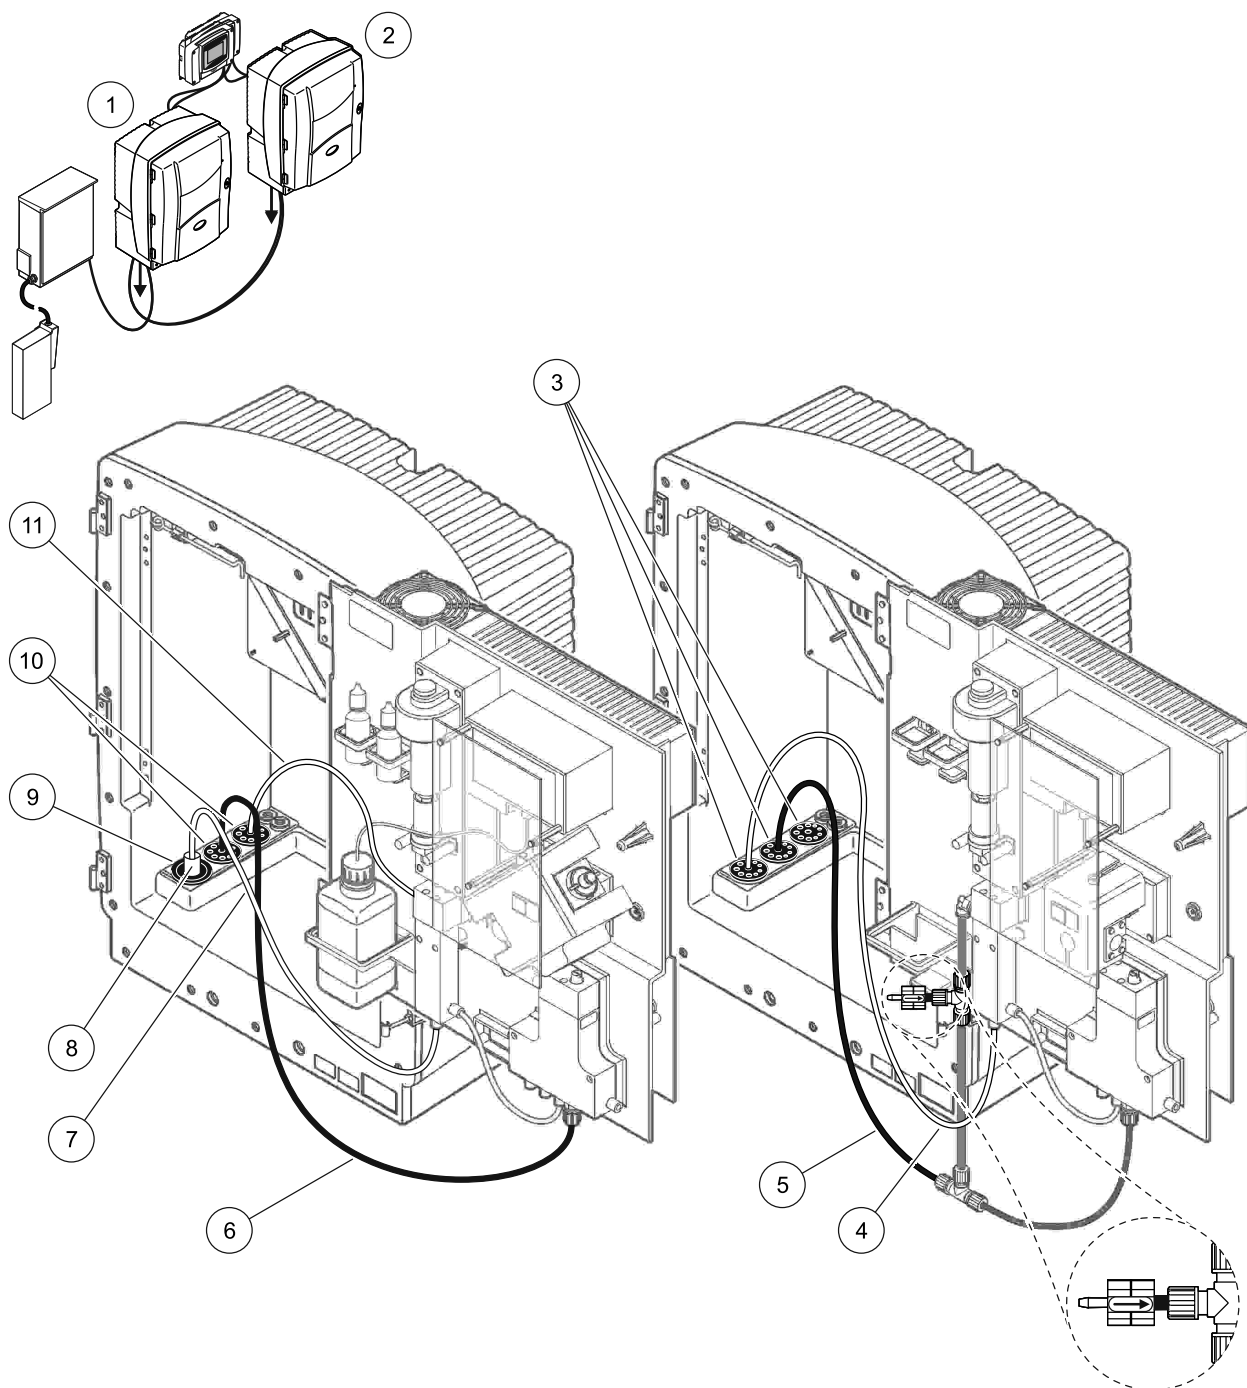

Figure 37 Configuration d'option 8b
Voir Figure 37 à la page 101 et les instructions ci-dessous pour l'option 6:
- a. Faites passer le tuyau chauffé du FILTRAX par l'ouverture de l'analyseur (Figure 37 à la page 101, élément 8). Utilisez le bouchon d'obturation No. 1 pour fixer le tout.